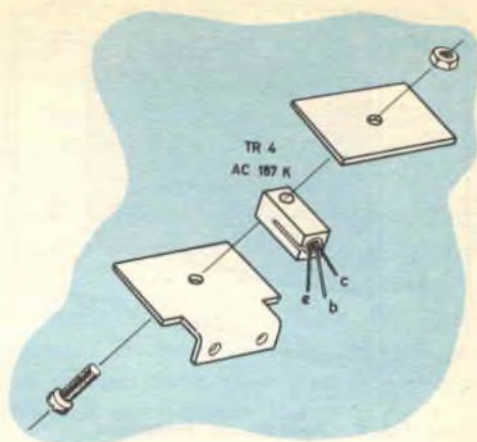

Fig. 5 - Montaggio del transistor TR4 nel dissipatore.
- Inserire il transistor AC187K (oppure AC181K) nel relativo dissipatore, attenendosi a quanto illustrato nella *fig. 5*.